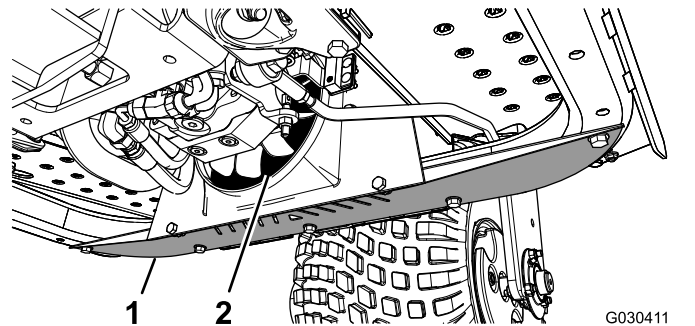

Bild 44
1. Entfernen Sie das untere Schutzblech (Bild 44).
2. Verwenden Sie eine Wand und blasen Sie komprimierte Luft in die Lüfterschaukeln (Bild 44), um das Material in der Richtung zu entfernen, in der es eingetreten ist.